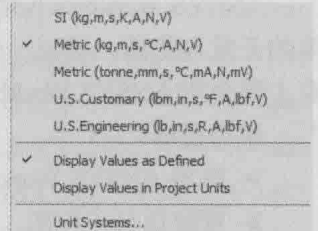

图 1-2 Units 菜单
- 菜单栏——位于标题栏下，提供常见的菜单操作。需要注意的是 Units 菜单（见图 1-2），其提供了不同的单位制供用户选择，默认情况下采用米-千克公制单位制。